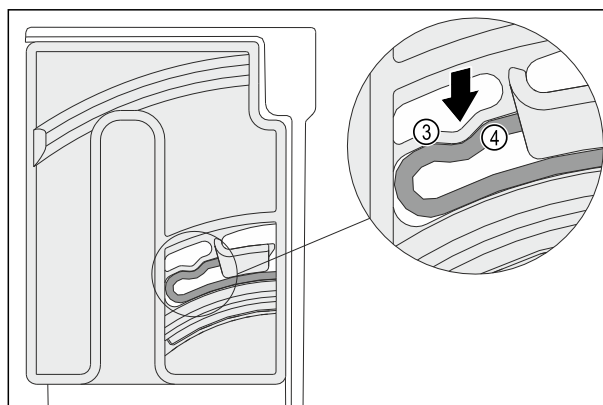

Fig. 101
- Elastičan element Fig. 101 (3) okretne jedinice čujno se uglavljuje u okrugli oblik žlijeba Fig. 101 (4).